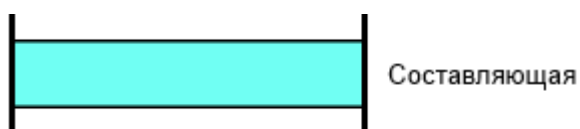

Рисунок 13.43 – Заявка на составляющую, отсутствует заявка на блок
- 2) Подана заявка на одну составляющую блока, отсутствует заявка на блок, срок ремонта которой пересекается со сроком ремонта составляющей (Рисунок 13.43), при этом: